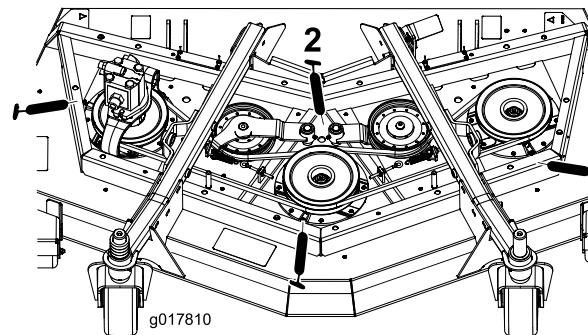

Bild 78
- Drei Spindelwellenlager (unter der Riemscheibe) (Bild 78)
- Zwei Spannarm-Drehbüchsen (Bild 78)